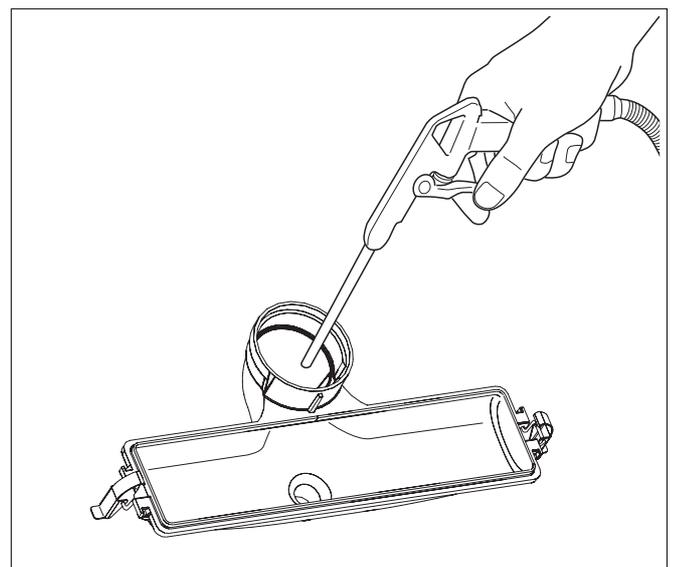

Fig. 103 Pulire la coppa di raccolta della condensa
- Pulire meccanicamente la coppa di raccolta della condensa (con aria compressa e con una spazzola morbida), sciacquarla poi con acqua pulita (fig. 103).